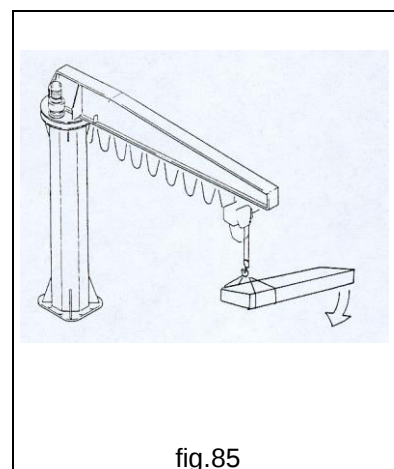

fig.85
- **NE JAMAIS** lever des charges non équilibrées (fig.85).